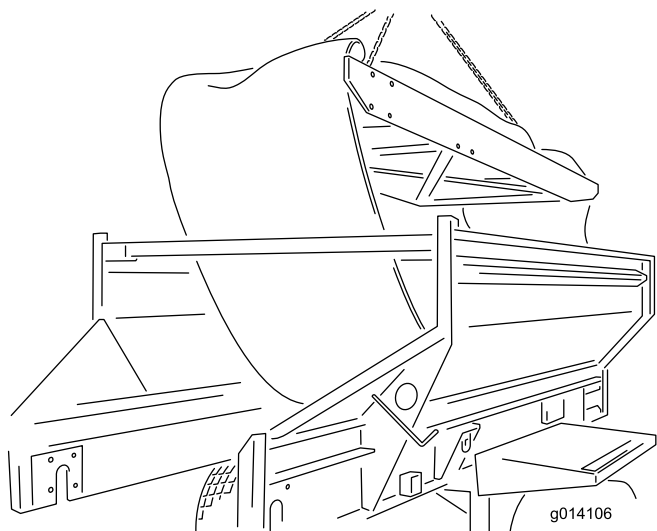

Bild 49
24. Entfernen Sie den Einsatz, indem Sie ihn von oben aus der Maschine heben. Stellen Sie ihn auf den Boden (Bild 49).